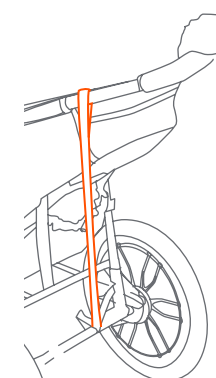

Fig. 19c
- La sangle de sécurité doit toujours être connectée à l'arrière du cadre inférieur. Cet emplacement est utilisé pour empêcher la Poussette de basculer vers l'arrière dans le cas où vous tombez. La sangle de sécurité comprend une attache sur le côté gauche de la Poussette pour le remisage lorsqu'elle n'est pas utilisée (Fig. 19c).